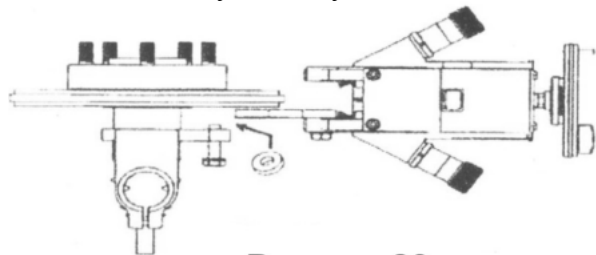

Рисунок 23
1. Установите CL-801 в правильное положение (рис.23 и 24).